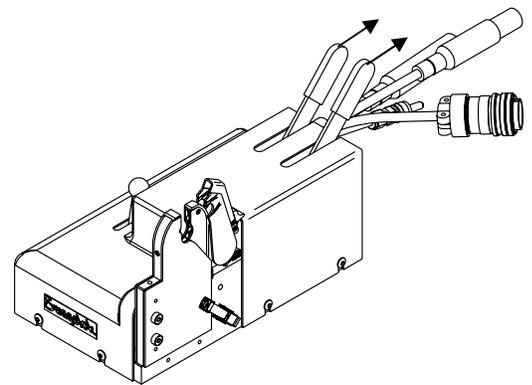

図13：アクチュエーター・ハンドルを「open (開)」位置まで押す
4. 各アクチュエーター・ハンドルを「open (開)」位置に押し戻して、サイド・プレートを開きます。図13をご参照ください。